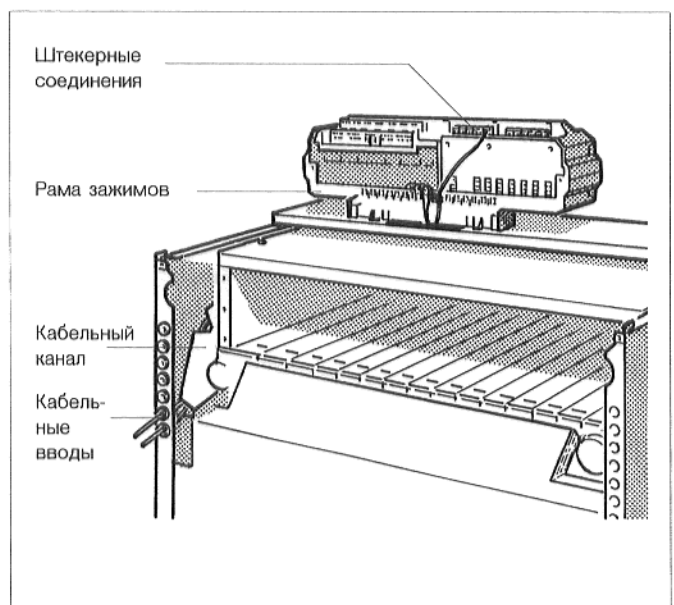

Рис. 16. Кабелепровод и штекерные соединения
- Подключить электропровод к штекерным соединениям установки, соответственно схеме соединений (рис. 16).
Проложить провода сзади, через кабельные вводы и отверстия в переднем колпаке котла, к регулятору (рис. 16).